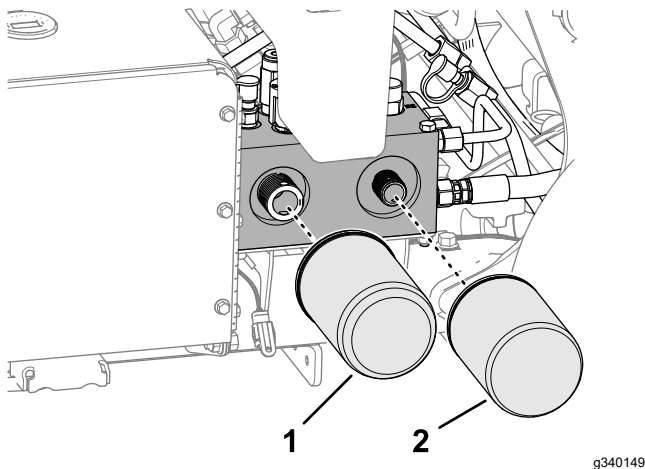

Figura 170
2. Coloque un recipiente bajo los filtros, retire los filtros usados y limpie con un trapo la superficie de la junta del adaptador del filtro (Figura 170).